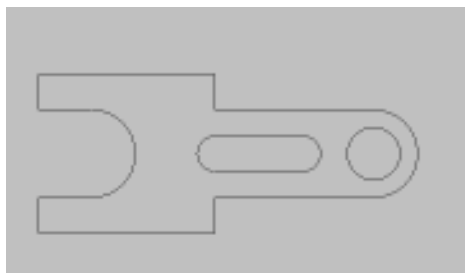

图 2-7 删除多余线条
10. 单击工具栏中的按钮，删除多余的线条，最终图形效果如图 2-7 所示。